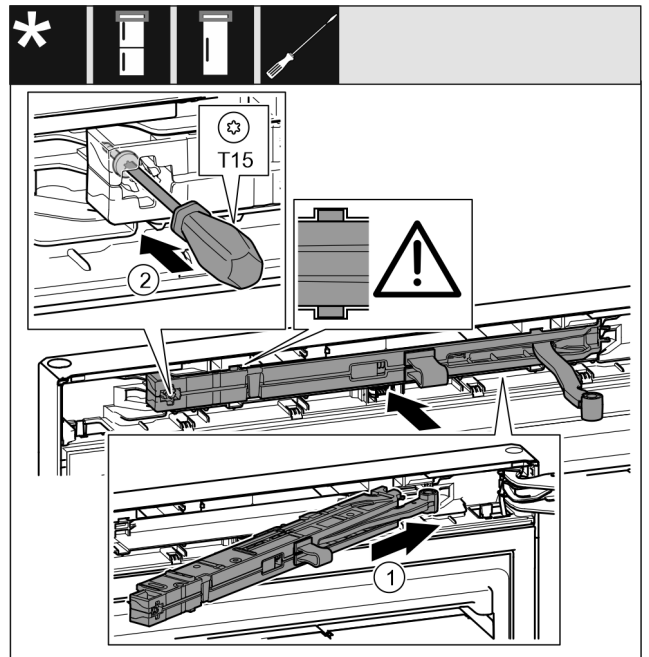

Fig. 49
- ▶ Вкарайте блока на затварящия демпфер от страната на лагерната стойка докрай под ъгъл в отвора. Fig. 49 (1)
- ▶ Затегнете винта с отвертка T15. Fig. 49 (2)